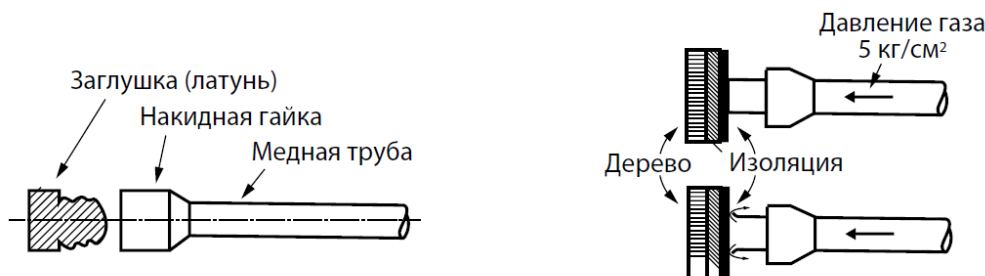

Рисунок 6.9 – Блокировка фреонопровода при продувке
4. Подавайте азот с обратной заблокированной части стороны трубы (см. рисунок 6.9) и по мере увеличения давления, когда руками уже невозможно удерживать материал, при помощи которого заблокировано отверстие трубы, резко откройте отверстие (первый этап продувки). Повторяйте шаги 1 и 2, чтобы выдуть грязь (несколько раз).
Для изоляции труб необходимо выбирать изолирующий материал толщиной не менее 9мм., каждая труба и/или элемент трассы фреоновых проводов изолируется отдельно (см. рисунок 6.9)